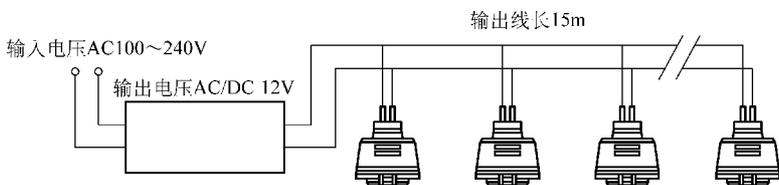

图 8-16 LU-PC-MP12V 型单元灯泡电气连接图
2) 采用开关电源供电的电气连接方法：LU-PC-MP12V 型 LED 大功率单元灯泡是一种由单个大功率 LED 为单元的灯泡，采用开关电源供电时的电气连接如图 8-16 所示。